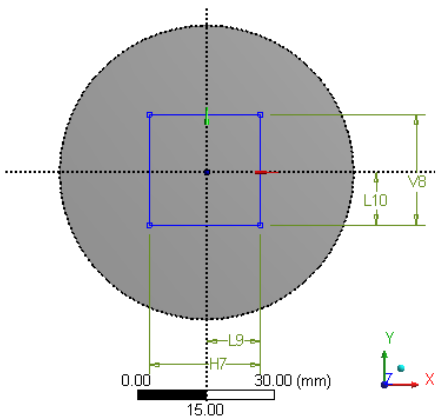

图 2-49 标注尺寸
- 步骤 03** 选择 Dimensions (尺寸) 面板中的 **General** (常规) 命令, 单击水平的直线, 在适当的位置单击放置尺寸, 此时尺寸符号标记为 H7。利用同样的方法标注其他尺寸, 最终尺寸结果如图 2-49 所示。